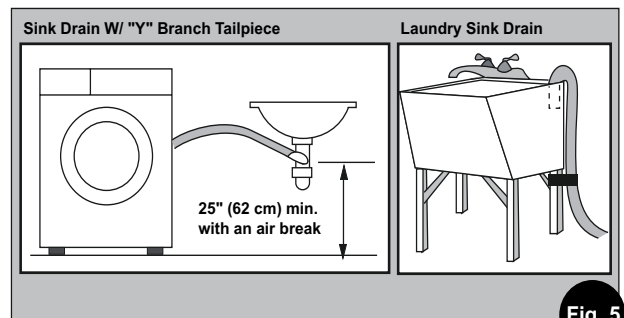

Fig. 5
**Sistema de descarga en fregadero:** La entrada al sistema de descarga en fregadero debe estar por sobre el colector (Fig. 5). Si pasa la manguera de descarga por muebles o paredes, use un material protector, como cinta aislante, para cubrir los bordes filosos que puedan dañar la manguera. Use una abrazadera adecuada para fijar la manguera de descarga a la bifurcación o el triturador. Con un sistema de descarga en fregadero, puede conectar directamente: